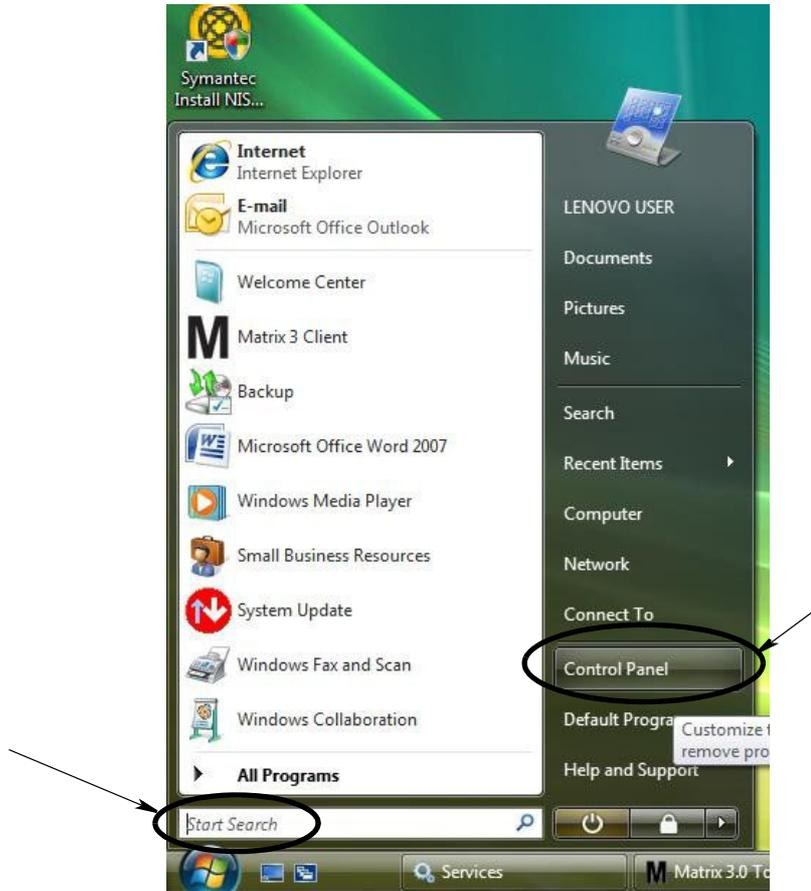

ABB. 32
1. Wählen Sie auf dem Desktop von Windows Vista den Bereich Suche starten/Steuerung (ABB. 32).